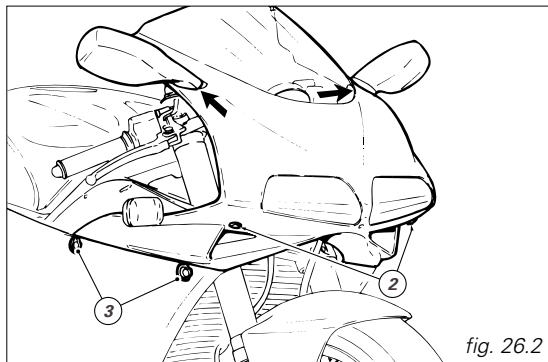

fig. 26.2
Dévissez les deux vis (2, fig. 26.2) de fixation au support de phare et décrochez les quatre attaches (3) d'union des demi-carénages.